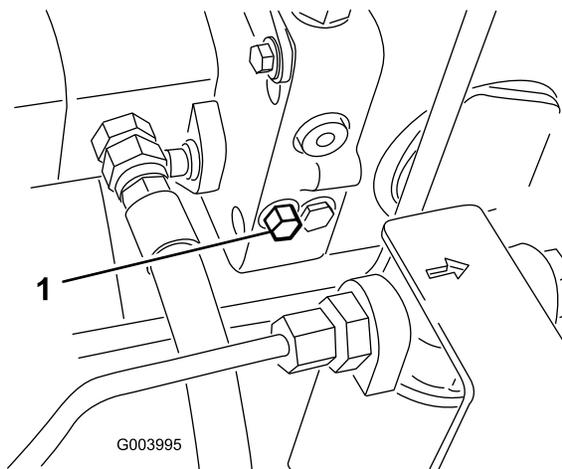

図 39
1. バイパスバルブはハイドロスタットの左側にある図 39。バイパスバルブを右または左11.5回転させると内部でバイパスが形成される。